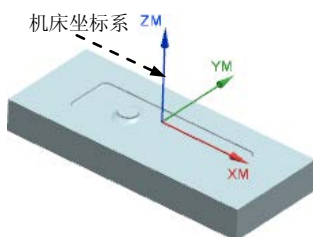

图 7.3 创建机床坐标系
Step2. 单击“CSYS”对话框 **操控器** 区域中的“操控器”按钮 ，系统弹出“点”对话框，在“点”对话框的 **X** 文本框中输入值 85.0，在 **Z** 文本框中输入值 5.0，单击 **确定** 按钮，此时系统返回至“CSYS”对话框，在该对话框中单击 **确定** 按钮，完成图 7.3 所示机床坐标系的创建。